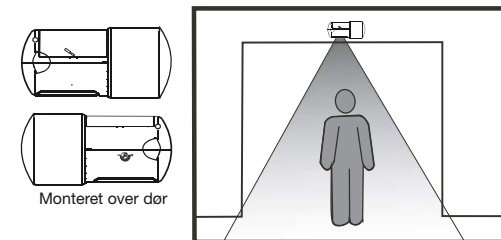

Fig. 5
3. Sensor PIR 44-063 kan monteres over dør. Fig. 5